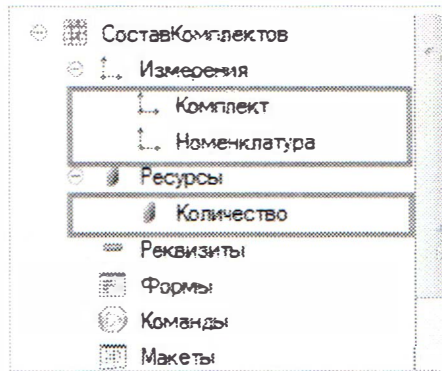

Рисунок 425
– Регистр сведений «Состав комплектов» хранит информацию по комплектам (номенклатура в составе комплекта, количество) (Рисунок 425).